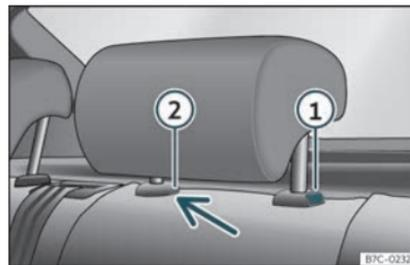

Fig. 105 Appuie-tête arrière : démontage.
- Appuyez sur la touche >>> fig. 105 ①, en appuyant en même temps sur l'orifice de